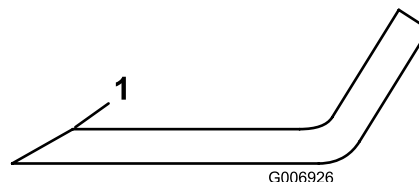

Figura 66
5. Controllate i taglienti di tutte le lame, e affilateli se fossero ottusi o scheggiati. Affilate soltanto la parte superiore del tagliente e mantenete l'angolo di taglio originale per garantire l'affilatezza (Figura 66).
6. Se smussato o scheggiato, affilate soltanto la parte superiore del tagliente e mantenete l'angolo di taglio originale (Figura 66).